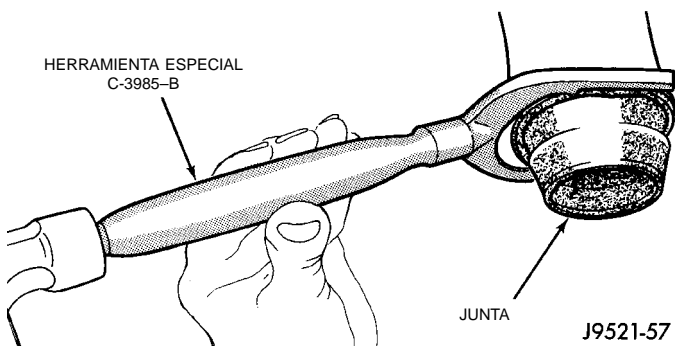

Fig. 19 Desmontaje de la junta de la horquilla de la cubierta de la sobremarcha
(1) Eleve el vehículo.
(2) Marque el eje propulsor y la horquilla del eje como referencia para la alineación.
(3) Desconecte y retire el eje propulsor.
(4) Retire la junta usada de la cubierta de la sobremarcha con el extractor de juntas C-3985-B (Fig. 19).